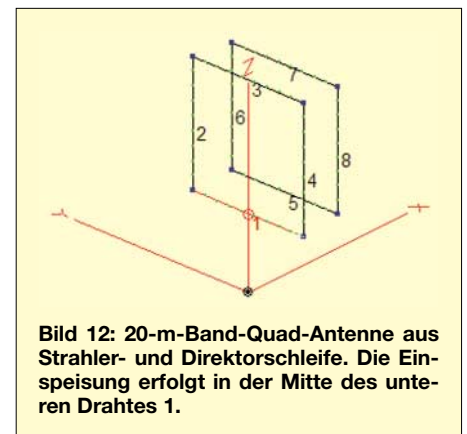

Bild 12: 20-m-Band-Quad-Antenne aus Strahler- und Direktorschleife. Die Einspeisung erfolgt in der Mitte des unteren Drahtes 1.
Die resonanten Einzelschleifen haben übrigens einen Gewinn $G = 5,59$ bzw. 5,74 dBi unter dem Abstrahlwinkel 40° bzw. 39° . Für DX-Abstrahlung interessant wird eine Schleifenantenne aber erst mit einer zweiten korrespondierenden Schleife, die entweder als Reflektor oder als Direktor wirkt. Wir wollen uns für einen Direktor entscheiden. Eine solche Schleife sollte etwas kleiner als der Strahler sein und im Abstand von etwa 0,1 bis 0,2 Wellenlängen (hier also 2 m bis 4 m) angebracht sein. Versuchen wir unseren Umbau ausgehend von Schleife (4)*Quadschleife 22m, 9Seg, 6m, res.ez*, die wir im *Loop*-Fenster um eine zweite Schleife mit den Daten $d = 2$ mm, 9 Segmente/Seite, 4 Seiten, Umfang 21 m, $x, y, z = 2, 0, 6$ erweitern. Diese Direktor-Schleife ist $x = 2$ m vor der ursprünglichen angebracht, Bild 12. Der Gewinn dieser nun mit Richtwirkung verse-